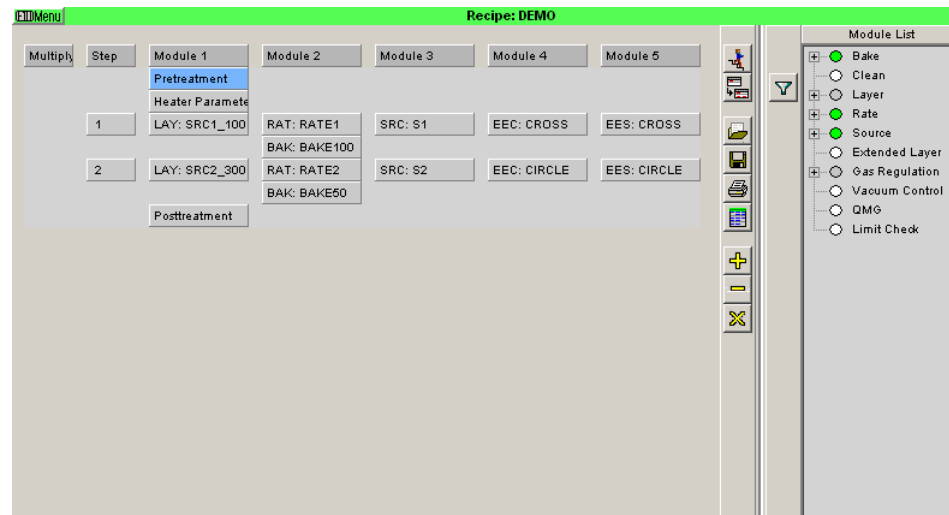

Abb. 9-3
- 2 Wählen Sie im Untermenü *Active Recipe* (oder *Background Recipe*, falls Sie dieses neu erstellen möchten). Das aktuell geladene Rezept wird angezeigt, siehe Abb. 9-3, 207